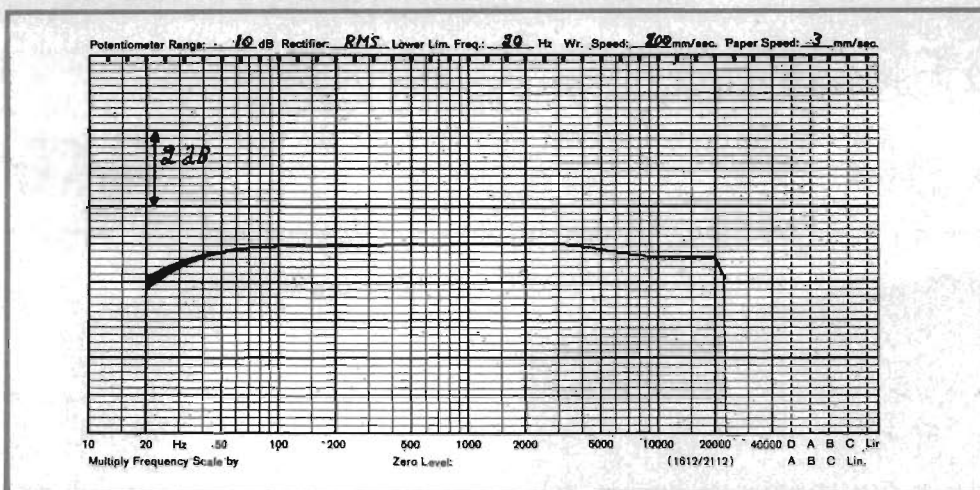

Fig 3. Frekvenskurva vid 10 W uteffekt. Samma kurva för båda kanalerna. Skrivaren avstängd vid 20 000 Hz.
- Frekvenskurvan visas i fig 3. Som synes är största avvikelserna mellan 20 och 20 000 Hz — 1 dB.
Beskrivningen rekommenderar att man först av allt monterar samman alla ingående delkretskort. Dessa är samlade i överskådliga satser, varför det inte är några svårigheter att hålla ordning på arbetet. Ett exempel på hur en sådan sats är komponerad visas i *fig 3*.